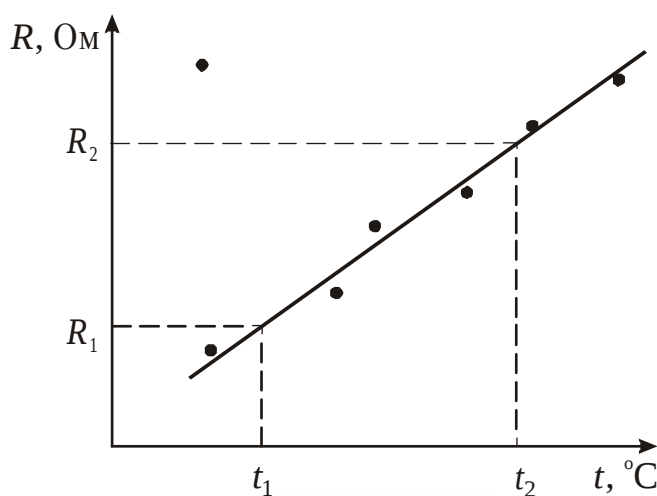

Рисунок 1
Температурный коэффициент сопротивления α также рассчитывается по формуле (4), но сопротивления R_1 и R_2 и соответствующие им температуры t_1 и t_2 определяются из графика $R = f(t)$ (см. рис.1).